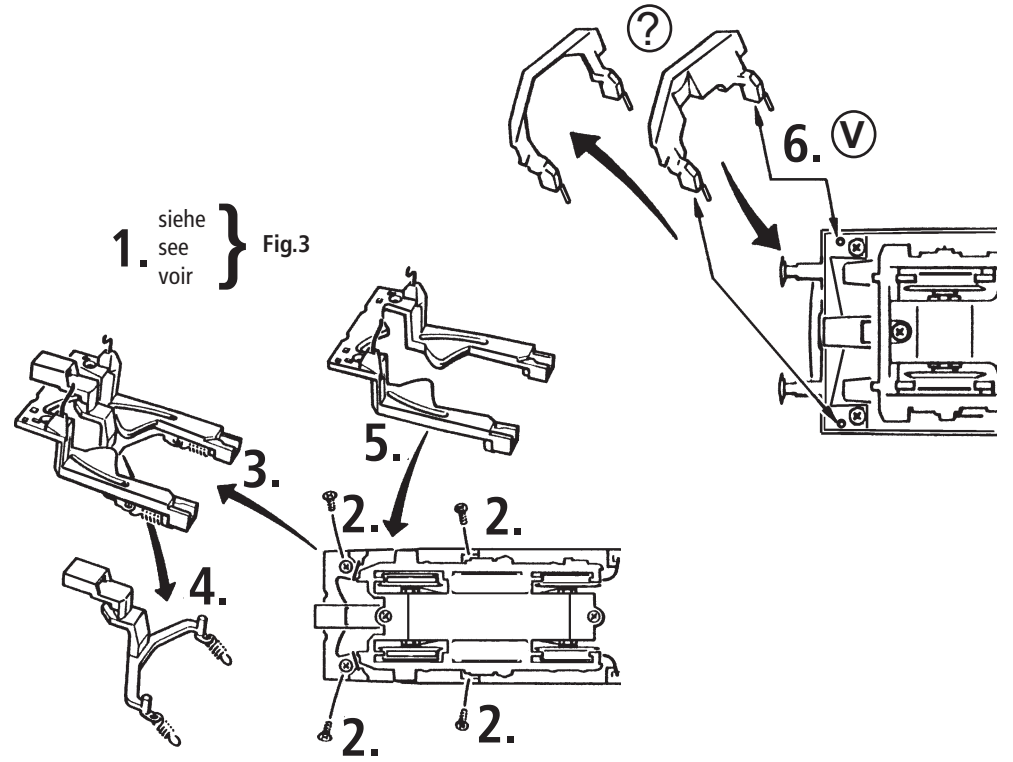

Fig. 3
**Mehrzugbetrieb:** Zuerst Lokgehäuse abnehmen (Fig. 3). Danach den Brückenstecker aus der Schnittstelle entfernen (diesen sorgsam aufbewahren). Danach den Stecker des Decoders lagegerecht einsetzen (Fig. 7).
**2. Schmierung:** Versehen Sie die im Schmierplan in Fig. 9 gekennzeichneten Stellen mit nur **kleinen Öltropfen**. Dazu zuerst das Lokgehäuse abnehmen (Fig. 3). Wir empfehlen den ROCO **Öler Art.-Nr. 10906**. Fürs Schmieren der Getriebeteile (Zahnräder, Schnecke) empfehlen wir das **ROCO-Spezialfett Art.-Nr. 10905**. Im Falle der Schmierung diese Teile **nicht ölen**.
**4. Kohlebürstenwechsel:** Lokgehäuse abnehmen (Fig. 3). Danach wird der Motor ausgebaut und die Kohlebürsten ausgewechselt (Fig. 10).
**2. Lubrication:** Apply **tiny oil drops** to spots marked in fig. 9. Prior to lubrication dismantle locomotive (fig. 3). We recommend using item no. **10906, ROCO oiler**. For lubrication the gearparts (e.g. cogwheels, worm) we would recommend our ROCO **special grease** (item no. **10905**).
**4. Carbon Brush Changing:** First remove loco body (fig. 3), and then the motor (fig. 10).
**2. Graissage:** N'appliquez **qu'une tout petite goutte** aux endroits indiqués par le plan de graissage (fig. 9) après avoir démonté la caisse de la locomotive (fig. 3). Nous vous recommandons **le graisseur à huile ROCO réf. 10906**. Pour graisser les engrenages (roues dentées, vis sans fin) nous vous conseillons la **graisse spéciale ROCO réf. 10905** pour engrenages en matières synthétiques. Lorsque vous utilisez cette graisse il faut éviter d'huiler ces composants.
**4. Remplacement des balais du moteur:** Démontez la caisse (fig. 3). Démontez ensuite le moteur et échangez le balais (fig. 10).
voir } Fig.3